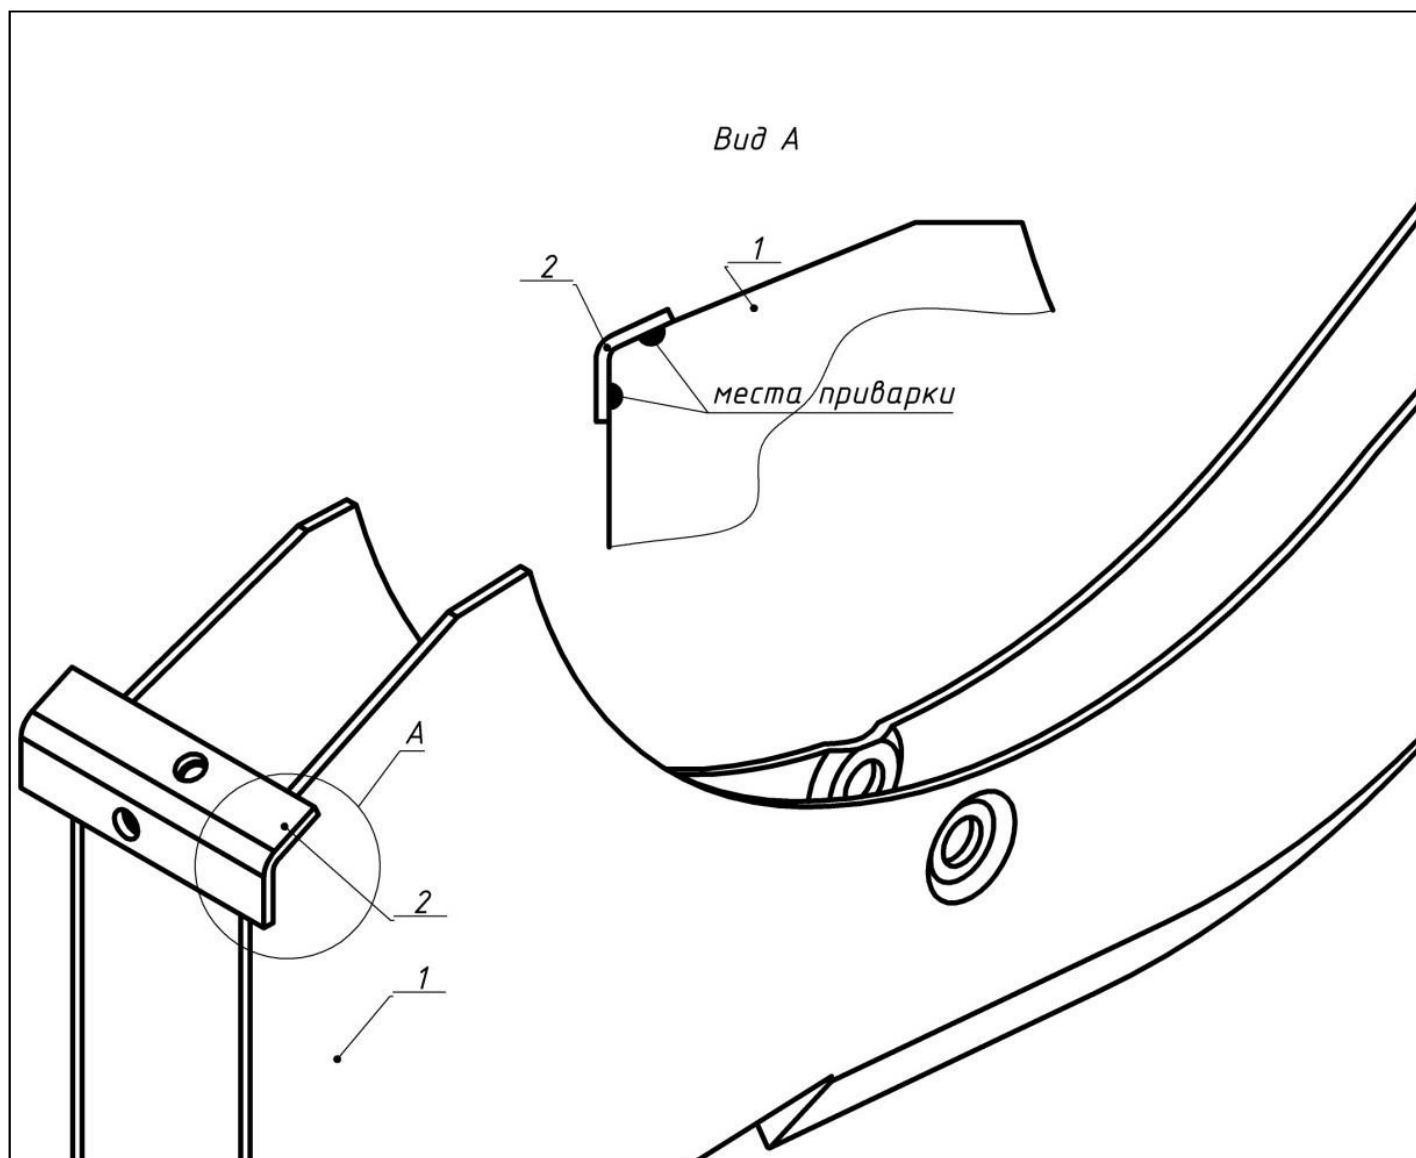

рис.4
- установить на сошник переключку поз.2 (идет в комплекте) и произвести приварку полуавтоматом или ручной дуговой сваркой, в местах приварки снаружи сошника, отмеченных на схеме (рис. 4 вид. А);